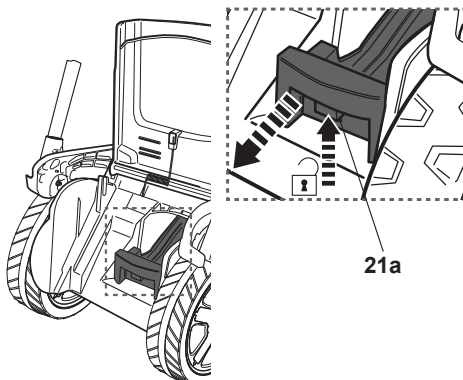

Fig. 22
- > Pulse el botón de desbloqueo (21a) para soltar y extraer el accesorio triturador (21) (Fig. 22).